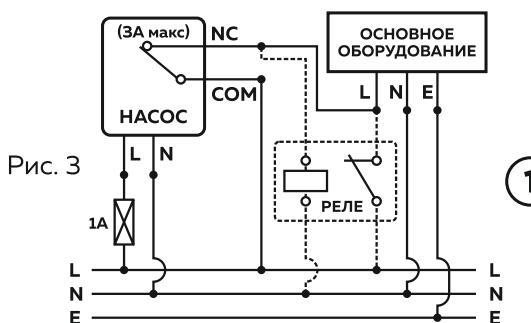

Рис. 3
3. Аварийная схема. Для того, чтобы предотвратить ущерб из-за протечек в случае выхода дренажного насоса из строя, настоятельно рекомендуется подключить аварийную опцию (ALARM). Коммутационная способность контактов аварийной схемы 3A/~240В. Если в вашем случае этого недостаточно, используйте дополнительное реле (см. Рис.3)